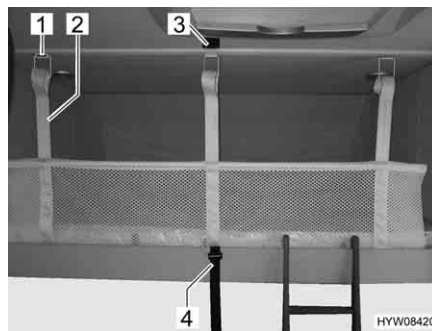

Fig. 102 Letto basculante con rete protettiva montata
- Staccare la cintura di ritegno (Fig. 102,4).
- Staccare le cinture di ritegno (Fig. 102,2) e sistemare la rete protettiva sotto il materasso.
- Assicurare il letto basculante al soffitto (Fig. 102,3) mediante la cintura di ritegno (Fig. 102,4).
- Agganciare le cinture di ritegno (Fig. 102,2) ai ganci (Fig. 102,1) del soffitto.